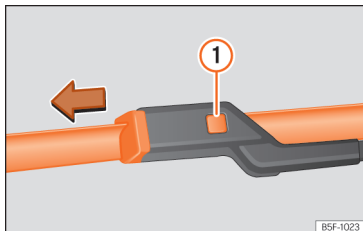

Abb. 208 Scheibenwischerblätter vorne auswechseln.
- Die Entriegelungstaste » » [Abb. 208] ① gedrückt halten und gleichzeitig das Scheibenwischerblatt vorsichtig in Pfeilrichtung abziehen.